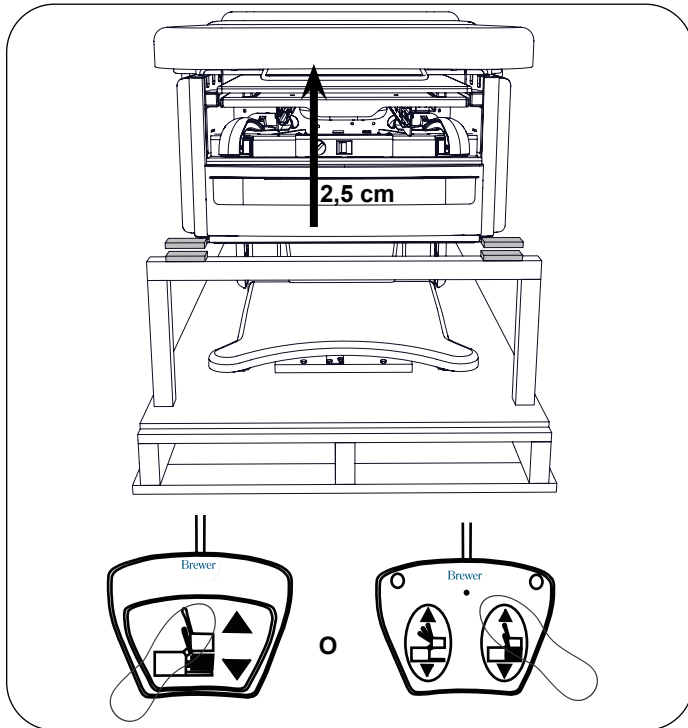

Figura 10. Levante el asiento para sacarlo del puntal
13. Presione "Lift Up" (Levantar) en el control de pie para subir el asiento aproximadamente 2,5 cm (Figura 10).